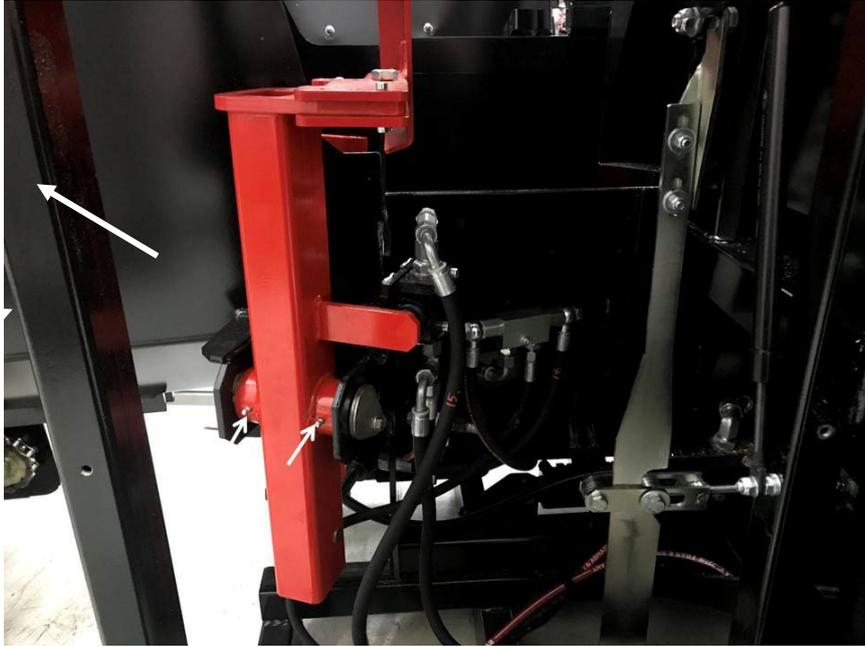

Abb. 25
- Welle des Längenbegrenzers, Abb. 25.